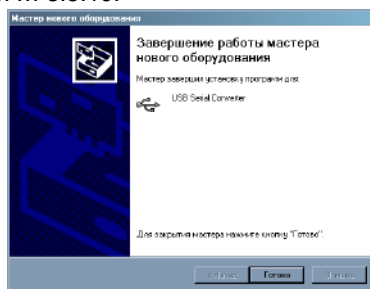

Рисунок 8
3.5.10 Дождаться пока операционная система скопирует драйверы на жесткий диск и в появившемся окне (рисунок 8) нажать кнопку «Готово».